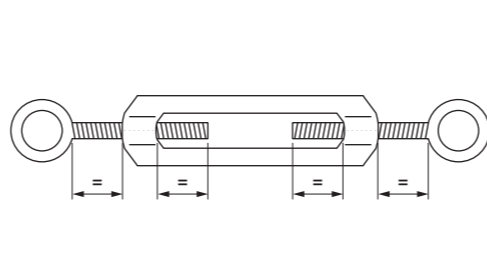

Fig. 3
- Regular o esticador XY2-CZ404 para o ponto central. (Fig.3).
- Justera vantskruven XY2-CZ404 till mittpunkten. (Fig. 3).
- Stel de kabelspanner XY2-CZ404 in op het middelpunt. (Fig. 3).
- Justér wirestrammeren XY2-CZ404 til midtpunktet. (Fig. 3)